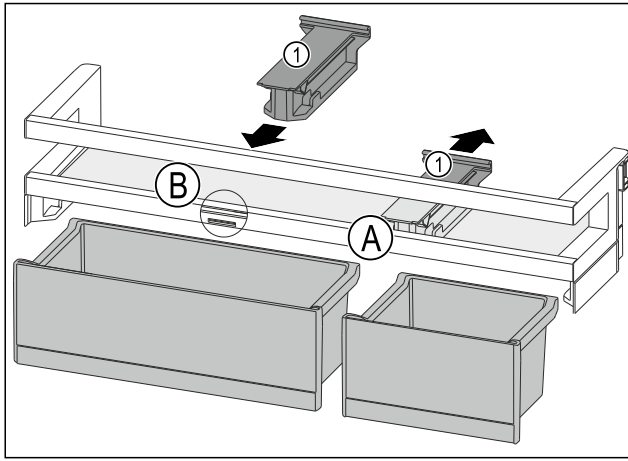

Fig. 83
- ▶ 将定位件 Fig. 83 (1) 向后拉至位置 Fig. 83 (A)。
- ▶ 将定位件 Fig. 83 (1) 插入至位置 Fig. 83 (B)。